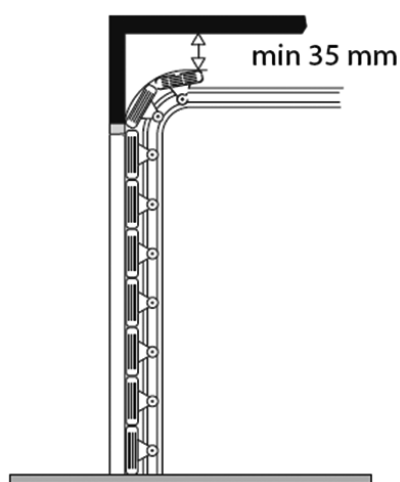

Рис. 4
- Убедитесь в том, что минимальный зазор между потолком и верхней точкой при движении ворот составляет не менее 35 мм (рис. 4).